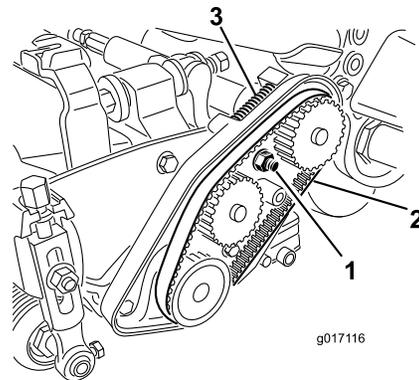

図 41
- A. ベアリングハウジング取り付けナットをゆるめる 図 41。
- C. ベルトケース内部や圧縮スプリングについているごみをきれいに取り除く 図 41。